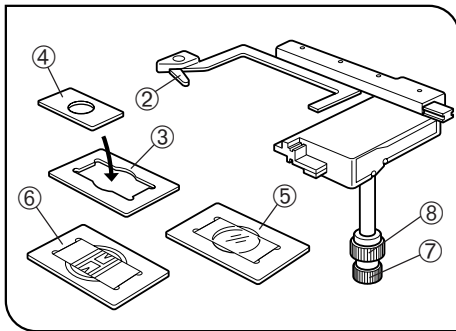

Abb. 7
1. Bei Verwendung einer 96-Well- oder 24-Well-Mikrotiterplatte den Objektträgerhalter ② ausklappen, um die Mikrotiterplatte direkt zu halten. (Abb. 7)
- Terasaki-Halter ③ (AB4488): Für Terasaki-Platten, den 35 mm-Petrischalenhalter ④ oder 65 mm-Petrischalen.
- Objektträgerhalter ⑤ (AB4489): Für Objektträger, 54 mm-Petrischalen.
- Blutzell-Testplattenhalter IX2-BCTP ⑥ (als Zubehör erhältlich): Für eine Blutzell-Testplatte oder eine andere Zählkammer für Bakterien und Eosinophile, deren Auflage die Abmessungen $H 77^{+0,3}_0 \times B 35^{+0,3}_0 \times T 2$ mm aufweist, oder für eine 60 mm-Petrischale.
3. Das Objekt kann durch Drehen des x-Achsen-Triebs ⑦ und des y-Achsen-Triebs ⑧ zur gewünschten Stelle bewegt werden (Verfahrweg: 120 mm in Richtung der x-Achse, 78 mm in Richtung der y-Achse).